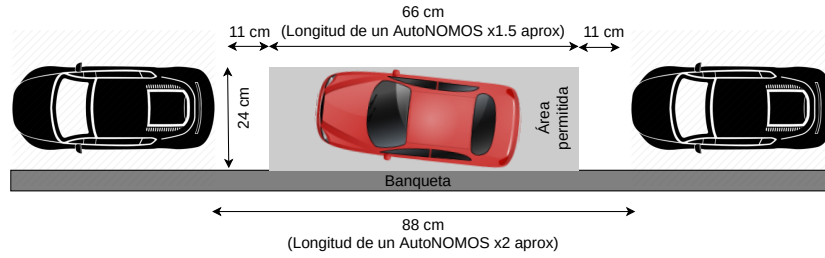

Figura 3: Zona de estacionamiento
4. **Estacionamiento Autónomo.** Consiste en hacer que el vehículo pueda estacionarse en la zona designada (ver figura 3). Se arrancará el vehículo a un metro de distancia, aproximadamente, del espacio para estacionarse. La posición y orientación inicial tendrán una ligera variación aleatoria para todos los equipos.
- En la prueba sobre estacionamiento autónomo, se ordenará a los equipos de acuerdo al tiempo final requerido para concluir exitosamente la prueba, luego de aplicar sanciones a aquellos autos que colisionen contra algún obstáculo (ver sección ??). Quien no logra estacionarse recibirá puntuación nula. Se considerará como exitosa la prueba si el vehículo queda estacionado dentro del espacio identificado en la Figura 3 como “Area permitida”.